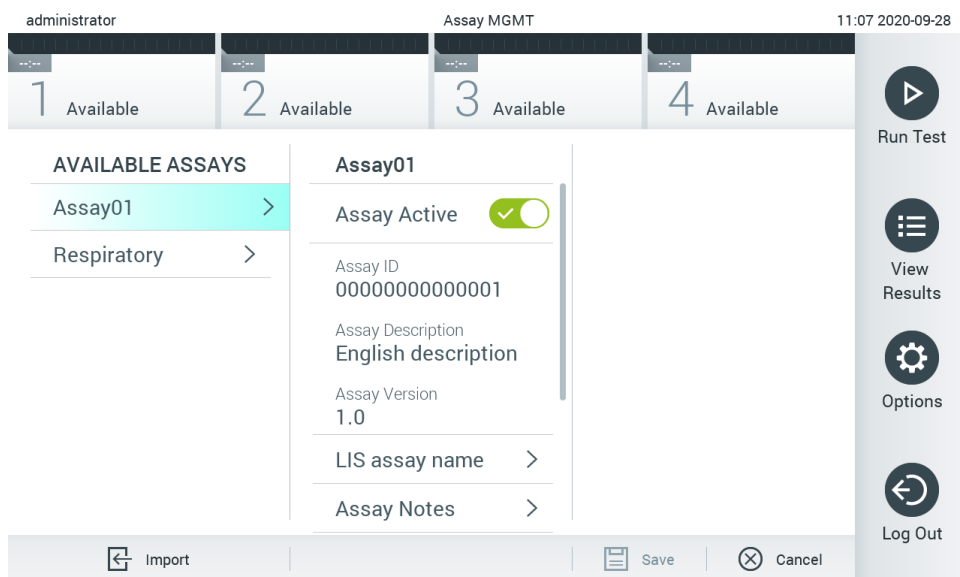

Figure 68. Activation du dosage.
- Remarque :** Si des échantillons de contrôle externe (EC) sont liés à un dosage qui est écrasé par une nouvelle version, l'échantillon EC est réinitialisé et doit être reconfiguré. Pour plus d'informations, reportez-vous à la section 6.6.
7. Le dosage devient actif si vous sélectionnez Assay Active (Dosage actif) (figure 68).